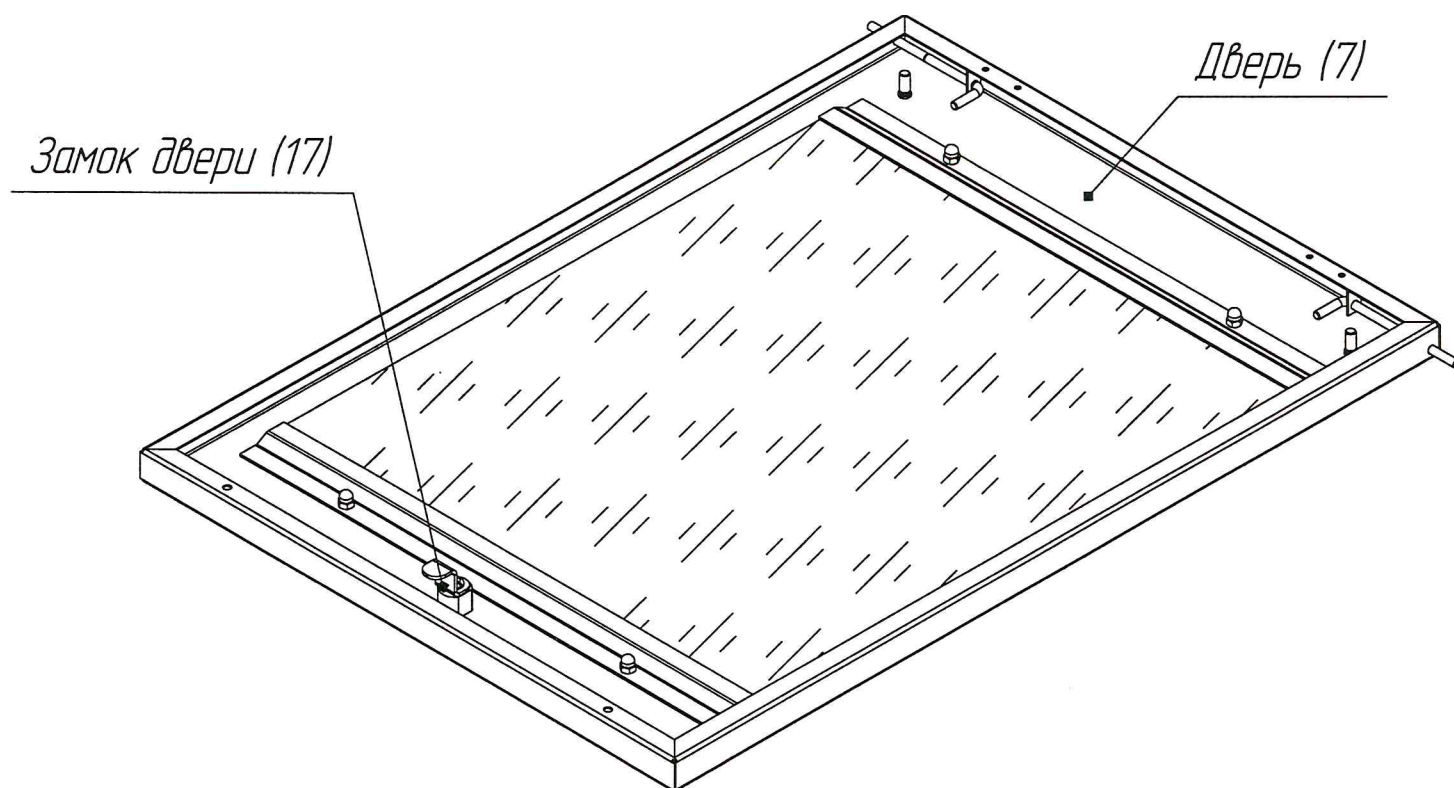

Рисунок 1
Установите на дверь (7) замок двери (17) рис.1